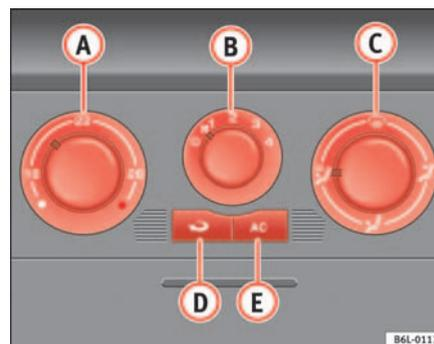

Abb. 89 In der Instrumententafel: Bedienelemente Klimaanlage
- Mit den Reglern  $\Rightarrow$  Abb. 89 A und C und mit dem Schalter B stellen Sie die Temperatur, die Gebläsestufe und die Luftverteilung ein.
- Düsen ③ schließen.
- Öffnen Sie die Düsen ④ und richten Sie sie auf die Seitenfenster.